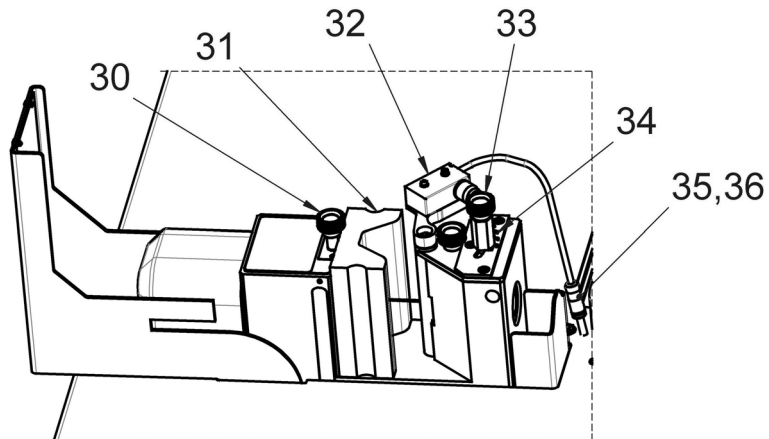

Bild 5: Bocka strömskenor
Koppar- eller aluminiumskenor bockas med en bockningsmatris (bild 5, 31) som böjer arbetsstycket över en bockningsdorn med båda flänsarna.
- Sätt i bockningsmatrisen (bild 5, 31) i verktygsfästet i lastkolven och fixera med låsskruven (bild 5, 30).
- Sätt den elektroniska vinkelgivaren (bild 5, 32) i den halvöppna bågen i maskinstommen.
- Sätt anslutningskabelns kontakt (bild 5, 35) i uttaget (bild 5, 36) bakom arbetsblocket.
- Ställ in den önskade bockningsvinkeln med inställningsskruven (bild 5, 33) med hjälp av vinkelskalan (bild 5, 34).